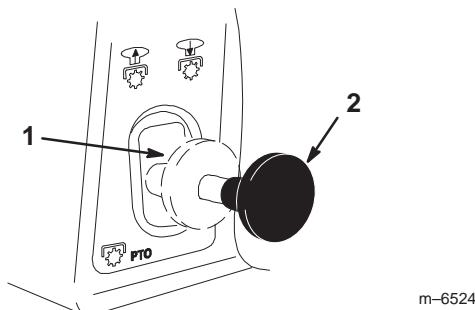

Figure 13
1. Tirez la commande de prise de force (PDF) en position **engagée** (Fig. 13).
1. Poussez la commande de prise de force (PDF) en position désengagée (Fig. 13).